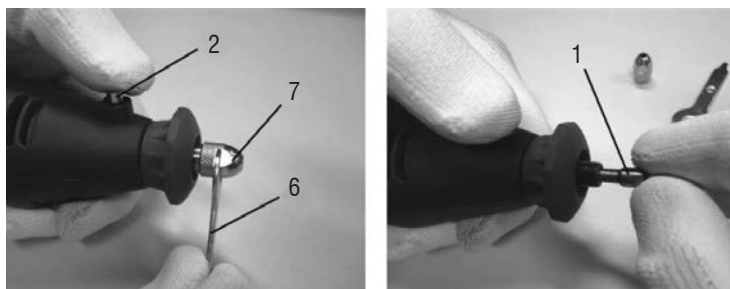

Fig. 2 – Instalação da pinça
1. Enquanto pressiona a trava do eixo (2), com a chave de boca (6), desaparafuse a porca de fixação (7);
2. Insira a pinça (1) no orifício do eixo;
3. Enquanto pressiona a trava do eixo (2), aperte a porca trava (7), fig.2;
1. Segure a trava do eixo (2), com a chave de boca (6) solte a porca de fixação (7);
2. Insira a haste do acessório (8) na pinça (1), fig. 2;